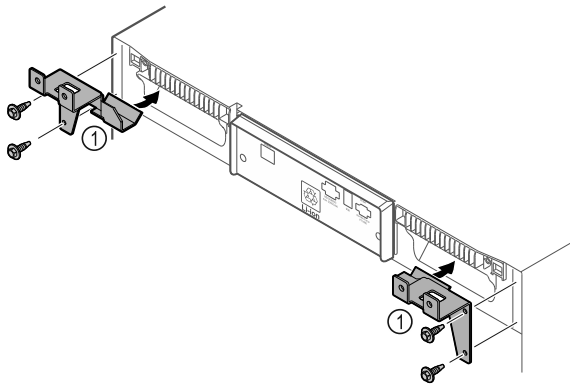

Fig. 67
- ▶ Halteteile Fig. 67 (1) mit selbstschneidenden Schrauben am Gerät montieren.